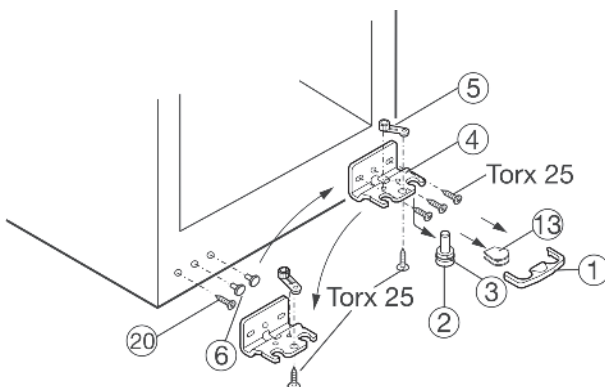

Рис. 4
- ▶ Для того чтобы удалить защитный фиксатор Рис. 4 (1), тяните его вперед.
- ▶ Снимите кожух Рис. 4 (13).*
- ▶ Тяните несущий штырь Рис. 4 (2) вниз и вперед. Во время этой операции уделяйте внимание втулке петли Рис. 4 (3).
- ▶ Отвинтите петлю Рис. 4 (4).
- ▶ Отвинтите несущую часть Рис. 4 (5), перевесьте ее на противоположную сторону петли и снова привинтите.
- ▶ Осторожно поднимите вставки Рис. 4 (6) и вставьте их на противоположной стороне.
- ▶ Отвинтите винт Рис. 4 (20) и вставьте его на противоположной стороне.
- ▶ Привинтите несущую скобу Рис. 4 (4) на другой стороне петли, **затянув ее не слабее 4 Нм**. При необходимости воспользуйтесь аккумуляторной отверткой.
- Еще раз наклоните устройство назад и установите на место несущий штырь Рис. 4 (2) и втулку петли Рис. 4 (3). Метка на штыре должна быть обращена вперед.
- Установите кожух Рис. 4 (13) на противоположную сторону*.
- Защитный фиксатор (1) должен располагаться рядом с петлей, сбоку, так чтобы несущий штырь и дверца были закреплены.
- Снова установите защитный фиксатор (1) на петлю.
- При необходимости выровняйте дверцу в соответствии с устройством при помощи двух вытянутых отверстий в петле Рис. 4 (4). Для этого отвинтите средний винт.